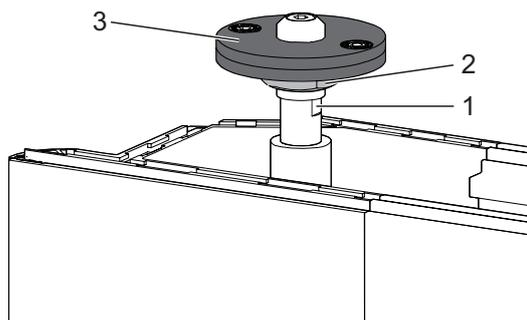

Fig. 29: Réglage de la plaque de pression
3. Maintenir l'axe avec une clé plate de 9 mm (fig. 29/1).
4. Desserrer l'écrou (fig. 29/2) avec une clé plate de 18 mm.
5. Tourner la plaque de pression (Fig. 29/3) à la main vers le haut ou vers le bas.
6. Resserrer l'écrou (Fig. 29/2) avec la clé plate de 18 mm.